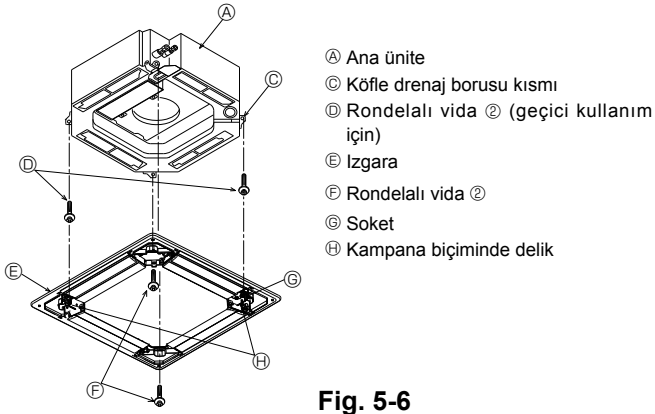
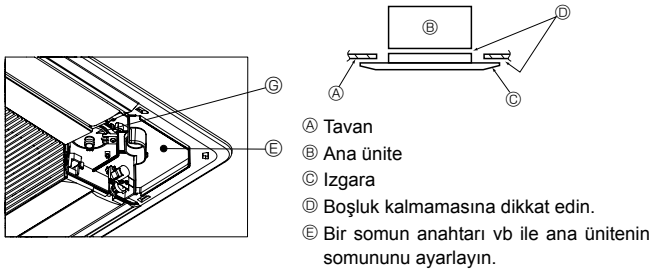

Fig. 5-6
Fig. 5-7
5.4.2. Izgaranın geçici olarak montajı (Fig. 5-6)
- Çan şekilli delikleri kullanarak ve izgaranın ③ işaretli soketini ana ünitenin köşe tahliye borusu alanına sokarak izgarayı geçici olarak sabitleştirin.
5.4.3. Izgaranın tespit edilmesi (Fig. 5-7)